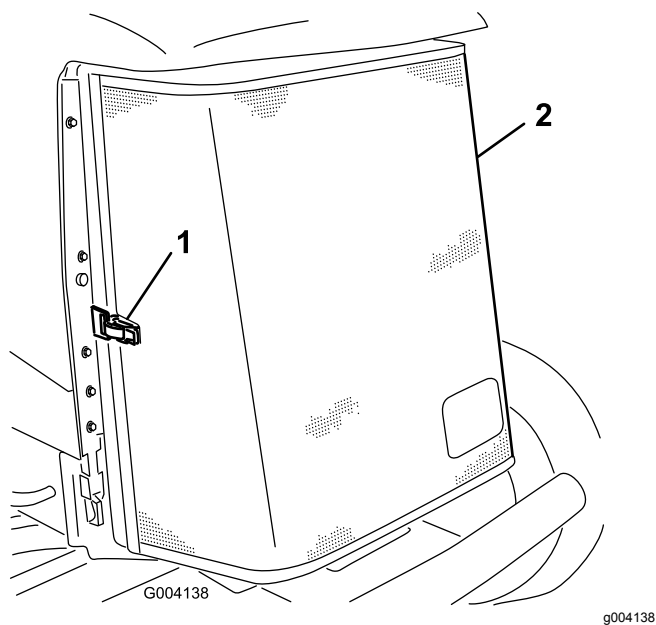

Figura 69
3. Sbloccate il morsetto e aprite la griglia posteriore (Figura 69).